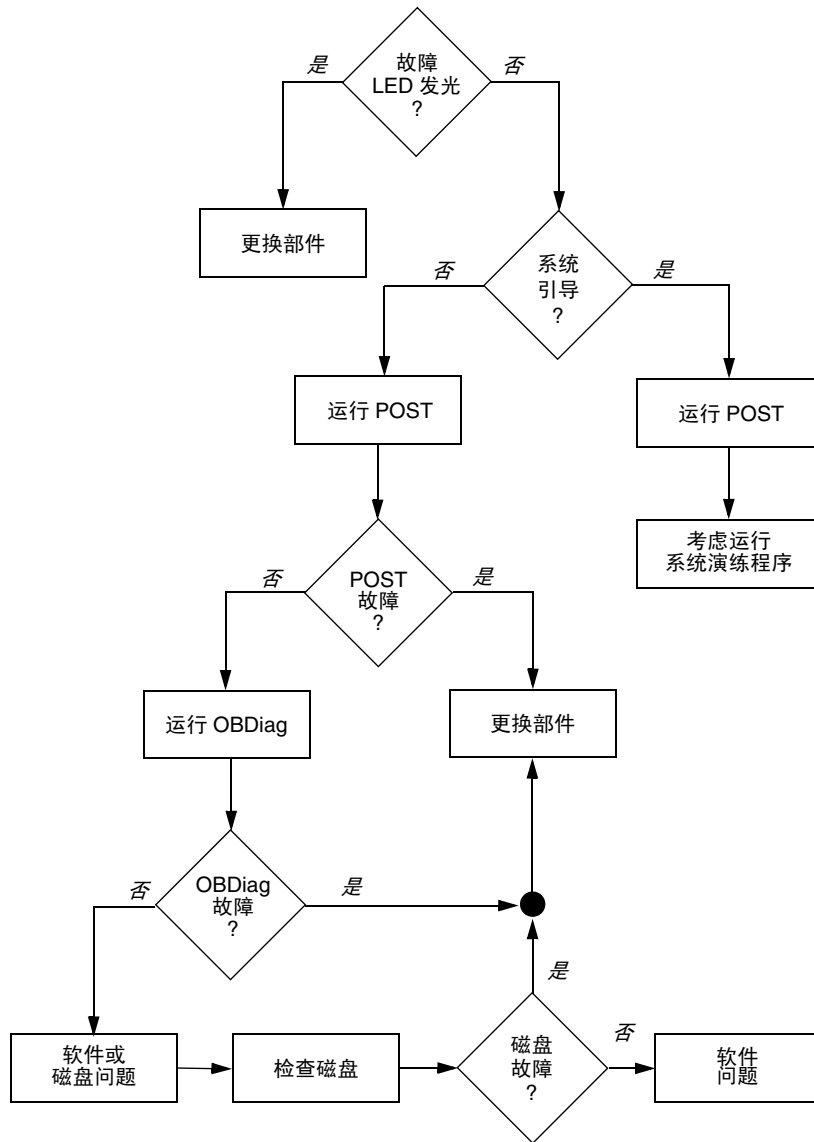

图 3-1 选择用于隔离硬件故障的工具
- 如果系统能够进行引导，则应该使用功能更为全面的工具。典型的故障隔离过程如图 3-1 中所示。